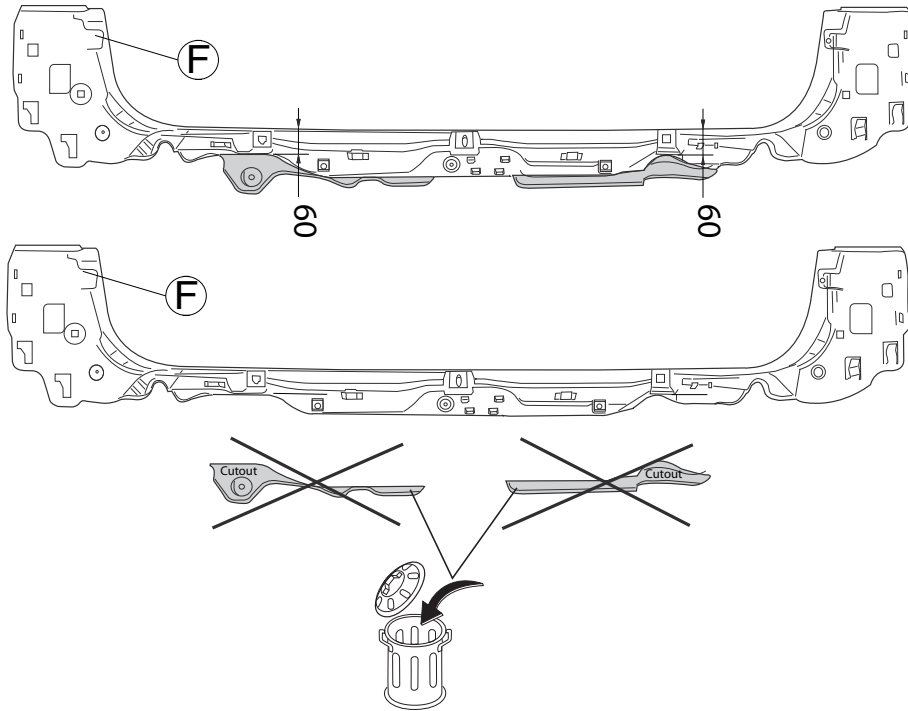

Fig.2
5. Для автомобилей **Touring**: Отпилить обозначенные части, как указано на рис. 2 на рис. 2. Закрепить деталь F.